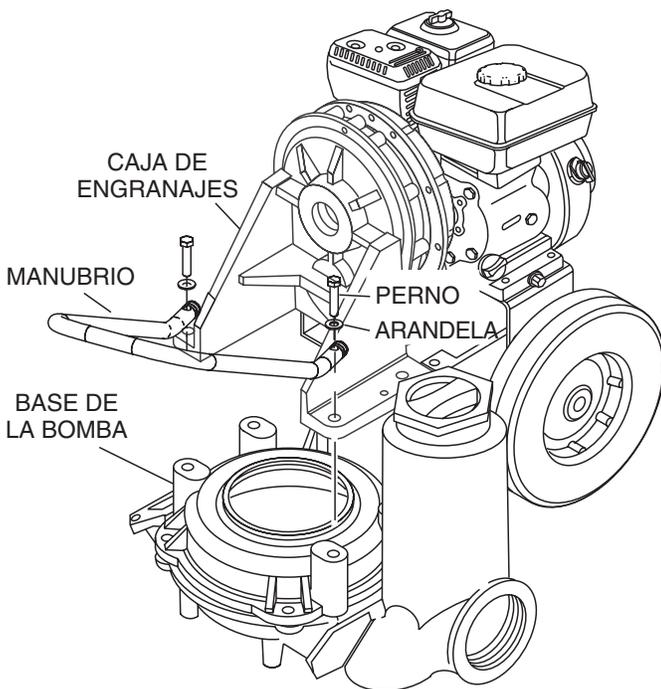

Figura 6. Instalación del manubrio
1. Quite los dos tornillos hexagonales de 1/2-13 delanteros que fijan los pies de montaje de la caja de engranajes a la base, como se muestra en la Figura 6.